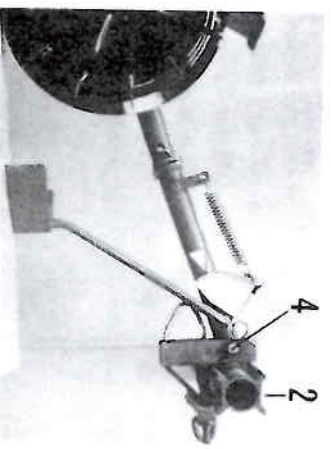

Abb. 75
3. Die Höhe der Universalschiene (2) durch die Stützrollen so einstellen, daß der Verbindungsstecker (4) 35 cm Abstand vom Boden hat (Abb. 75).